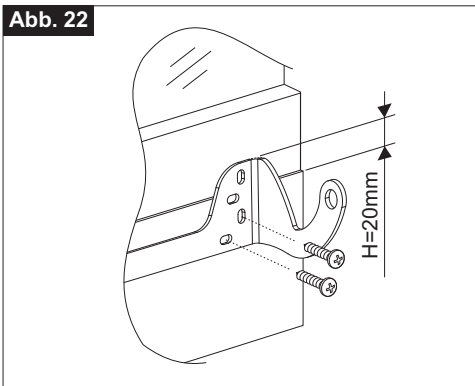

Abb. 23
- 10) **Abb. 23-** Das Kettenendstück zuerst beim linken Kupplungspunkt (**Bez. 1**) und dann beim rechten Kupplungspunkt (**Bez. 2**) einführen;